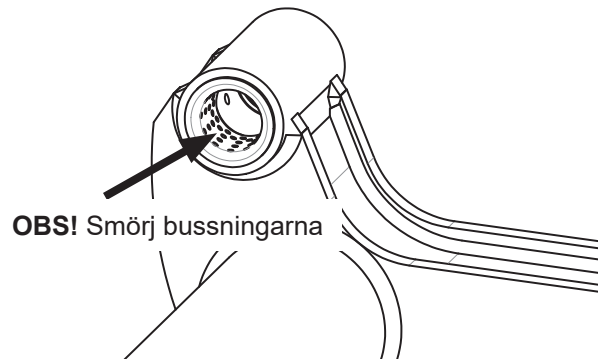

Bild 37. Var noga att initialsmörja metallbussningar
2. Smörj metallbussningarna på övre lagring av arm, se till att de små hålen på bussningens insida är fyllda med fett. Se Bild 37. Använd LE smörjmedel 4622 eller motsvarande.